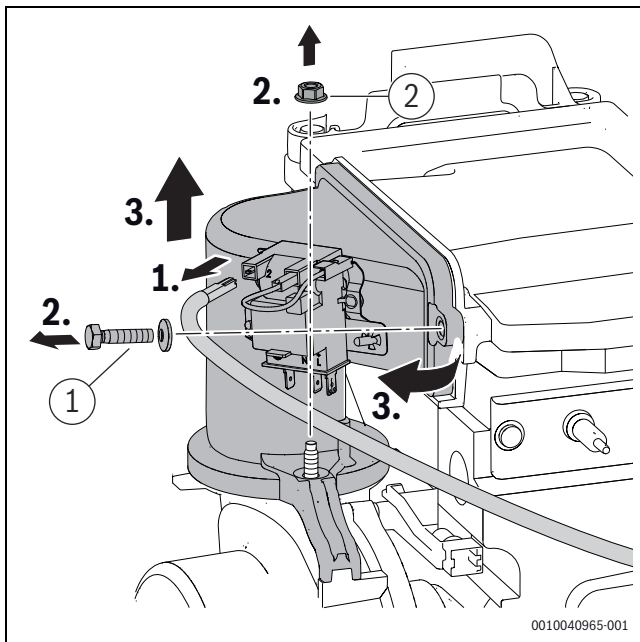

Bild 61 Mischeinrichtung ausbauen
- ▶ Schraube und Mutter ([1] und [2], Bild 61) an der Mischeinrichtung mit 5,5+0,5 Nm festziehen.